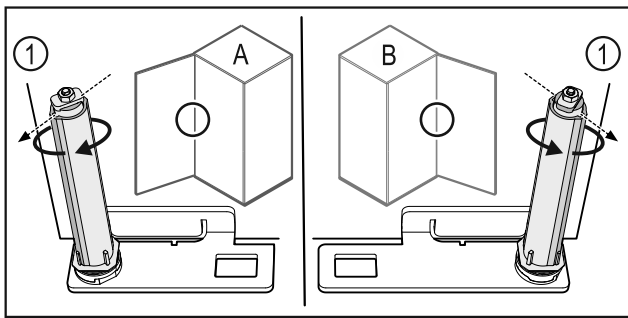

Fig. 60 Butée à gauche (A) / butée à droite (B)
- Tourner le système de fermeture contre la résistance jusqu'à ce que son arête Fig. 60 (1) pointe vers l'extérieur.